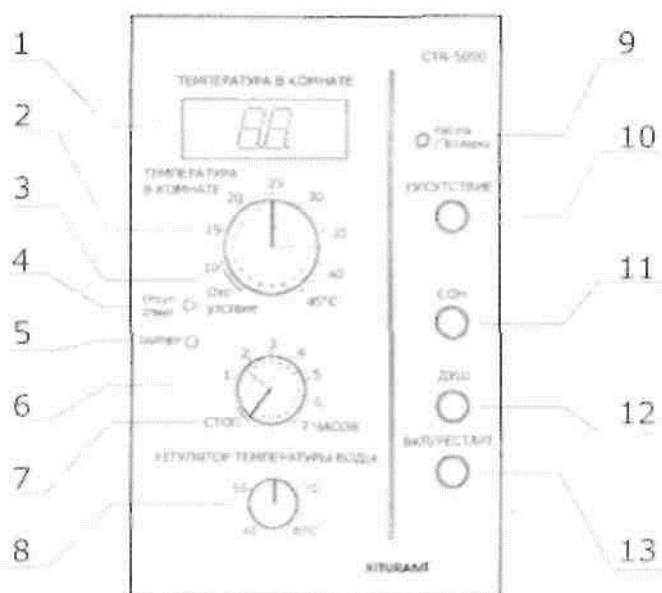

Рис. 12
- регулятор «ТЕМПЕРАТУРА В КОМНАТЕ» (Поз.2; рис. 12);
- отметка на шкале регулятора «ТЕМПЕРАТУРА В КОМНАТЕ» - «ОТСУТСТВИЕ» (Поз.3; рис. 12);
- регулятор «ТАЙМЕР» (Поз.6; рис. 12);
- отметка на шкале регулятора «ТАЙМЕР» - «СТОП» (Поз.7; рис. 12);
- регулятор «ТЕМПЕРАТУРА ВОДЫ» (Поз.8; рис. 12);
- кнопка «ПРИСУТСТВИЕ» (Поз.10; рис. 12);
- кнопка «СОН» (Поз.11; рис. 12); кнопка «ДУШ» (Поз.12; рис. 12);
- кнопка «ВКЛ/РЕСТАРТ» (Поз. 13; рис. 12).
- дисплей (Поз.1; рис. 12);
- светодиод «ОТСУТСТВИЕ» (Поз.4; рис. 12);
- светодиод «ТАЙМЕР» (Поз.5; рис. 12);
- светодиод «РАБОТА/ПРОВЕРКА» (Поз.9; рис. 12);
- подсветка кнопки «ПРИСУТСТВИЕ» (Поз. 10; рис. 12);
- подсветка кнопки «СОН» (Поз.11; рис. 12); подсветка кнопки «ДУШ» (Поз. 12; рис. 12).
Кнопка "ВКЛ/РЕСТАРТ" (Рис. 12; поз. 13). Элемент прибора, предназначенный для включения (выключения) прибора CTR-5000 и котла.
Дисплей (Рис. 12; поз.1). Элемент прибора, предназначенный для отражения текущей температуры в помещении.
Дополнительно, дисплей отражает настройки и информирование, выполненные при программировании прибора. **Светодиод «РАБОТА/ПРОВЕРКА»** (Рис. 12; поз.9). Элемент прибора,
«ТЕМПЕРАТУРА В КОМНАТЕ» (Рис. 12; поз.2). Элемент прибора, предназначен для предварительной установки параметра обогреваемой температуры отопляемого объекта, или для включения функции «ОТСУТСТВИЕ» (Рис. 12; поз.3).
Регулятор «ТАЙМЕР». (Рис. 12; поз.6).
Основная установка этого регулятора напротив отметки «СТОП». (Рис. 12; поз.7).
Регулятор «ТЕМПЕРАТУРА ВОДЫ». (Рис. 12; поз.8). Регулятор предназначен для предварительной установки температуры теплоносителя в котле. Выбор этой температуры выполняется при помощи шкалы в диапазоне от 45°C до 85°C, с градацией шкалы, 2,0°C.
регулятором «Температура воды» (Рис. 12; поз.8);
регулятором «ТАЙМЕР» (Рис. 12; поз.6);